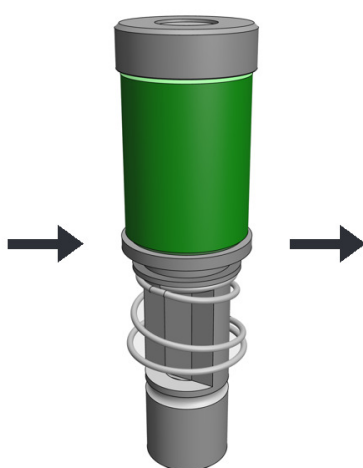

図5
- 手順2： ストリッパーをリフタースプリングと一緒に本体より外し、手順1で組付けたものにセットします。この時、ストリッパーのキースライド面（切欠き部分）とパンチのキースライド面を合わせてください（図5）